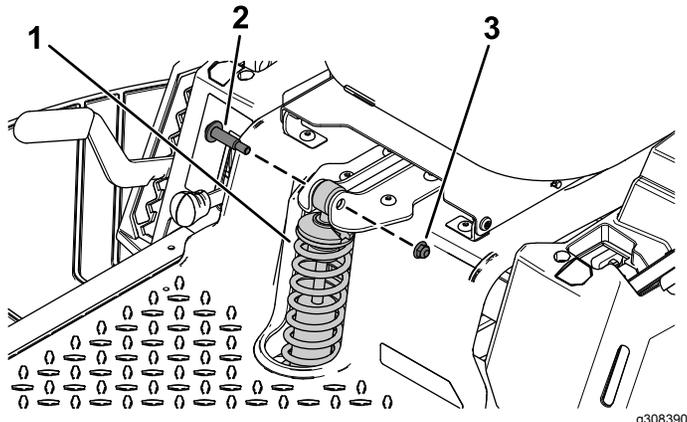

Figura 1
2. Remova os dois parafusos com olhal e duas porcas de bloqueio ($\frac{3}{8}$ pol.) que prendem a mola frontal existente (Figura 1).
3. Remova a mola frontal existente (Figura 1).
Instale a nova mola utilizando os dois parafusos com olhal e duas porcas de retenção ($\frac{3}{8}$ pol.) previamente removidos, como se mostra na Figura 1.